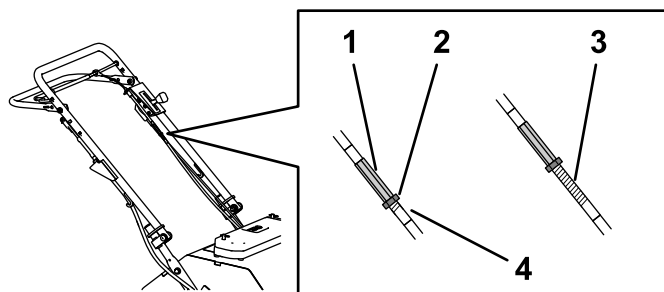
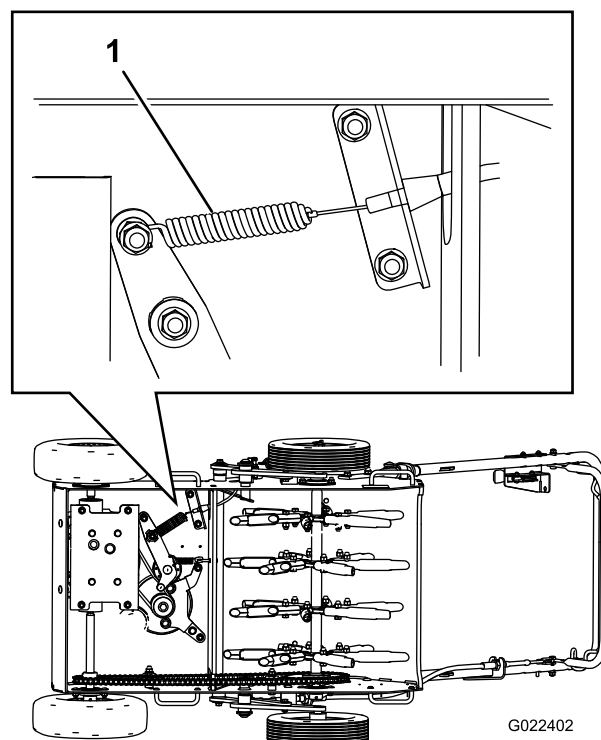

Рисунок 35
Рисунок 36
A. Ослабьте контргайку на тросе тяги (Рисунок 35).
B. Регулируйте фитинг троса (Рисунок 35) по 3 мм за один раз, пока пружина троса тяги (Рисунок 36) не растянется приблизительно на 10 мм от исходного (нерастянутого) положения.
видно **меньше** витков резьбы (Рисунок 35)